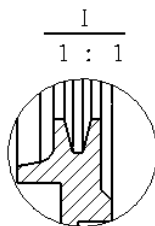

图 10.1.6 局部放大视图
Step5. 单击对话框中的  按钮, 完成局部放大视图的创建, 结果如图 10.1.6 所示。